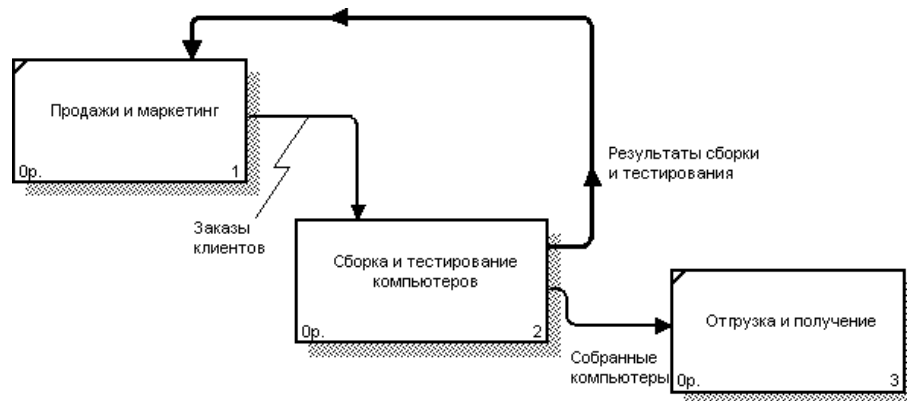

Рис. 4.1 - Диаграмма FEO
1.4 Удалите лишние стрелки на диаграмме FEO. Результат показан на рис. 4.1.